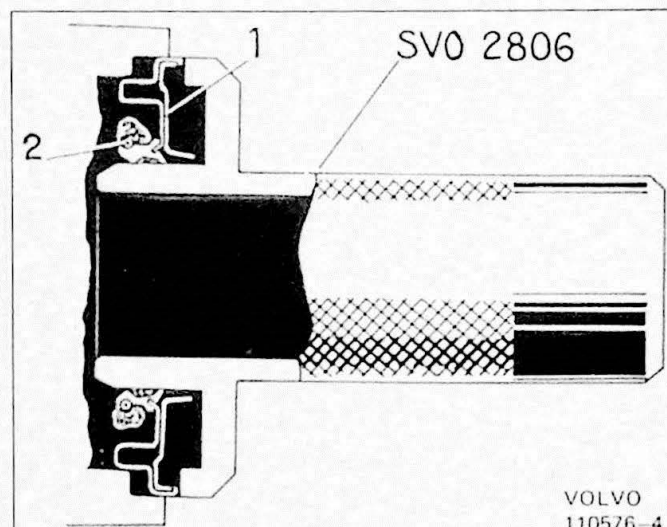

Fig. 9.6. Montage van de keerring. 1. keerring, 2. spiraalveer met vetlagering
3. Monteer de nieuwe keerringen met SVO 2806. Bij de montage van de keerringen de lippen insmeren met vet. Ook de spiraalveren worden van vet voorzien om te zorgen dat zij niet wegspringen bij de montage (Fig. 9.6).